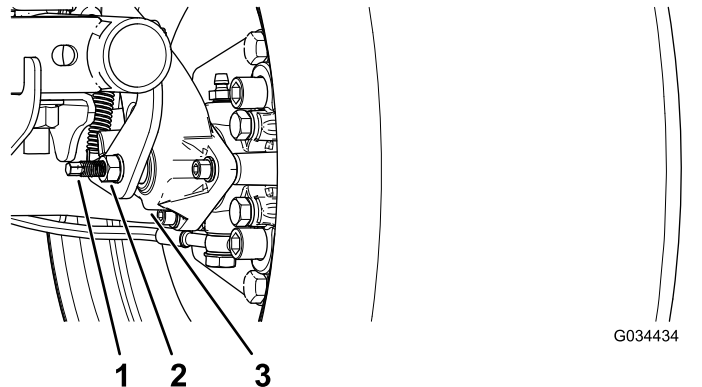

Figure 62
3. Utilisez 2 clés, une pour maintenir le tenon de réglage en place sur l'étrier et l'autre pour desserrer l'écrou de blocage de 1/4 de tour (Figure 62).
4. Tout en maintenant le tenon de réglage et l'écrou de blocage en place, tournez le tenon pour le serrer (Figure 62).
5. Tout en maintenant le tenon de réglage et l'écrou de blocage en place, tournez le tenon en arrière de 1/4 de tour (Figure 62).
6. Tout en maintenant le tenon de réglage et l'écrou de blocage en place, serrez l'écrou de blocage (Figure 62).